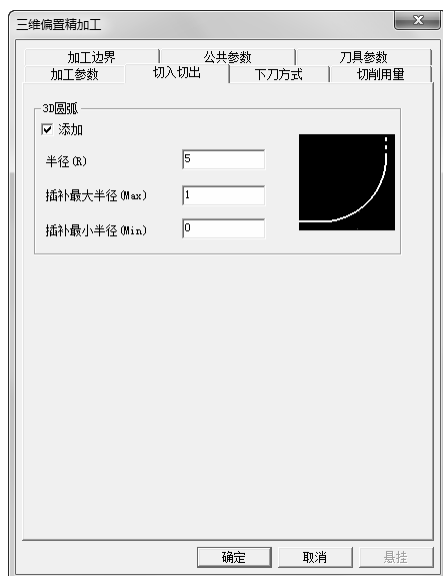

图 3-70 “切入切出”选项卡
2) 单击“切入切出”选项卡，在“3D 圆弧”中勾选“添加”，具体“半径”、“插补最大半径”、“插补最小半径”参数数值如图 3-70 所示。